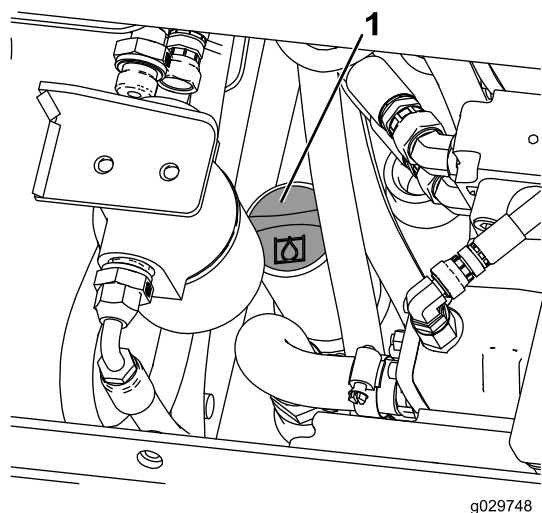

Рисунок 64
7. Очистите зону вокруг маслозаливной горловины гидравлического бака (Рисунок 64).